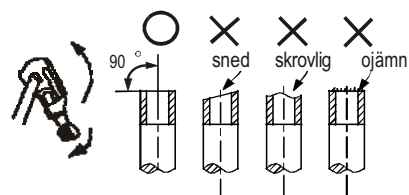

Fig.7-5
- Skär röret med rörskärare (se Fig.7-5)